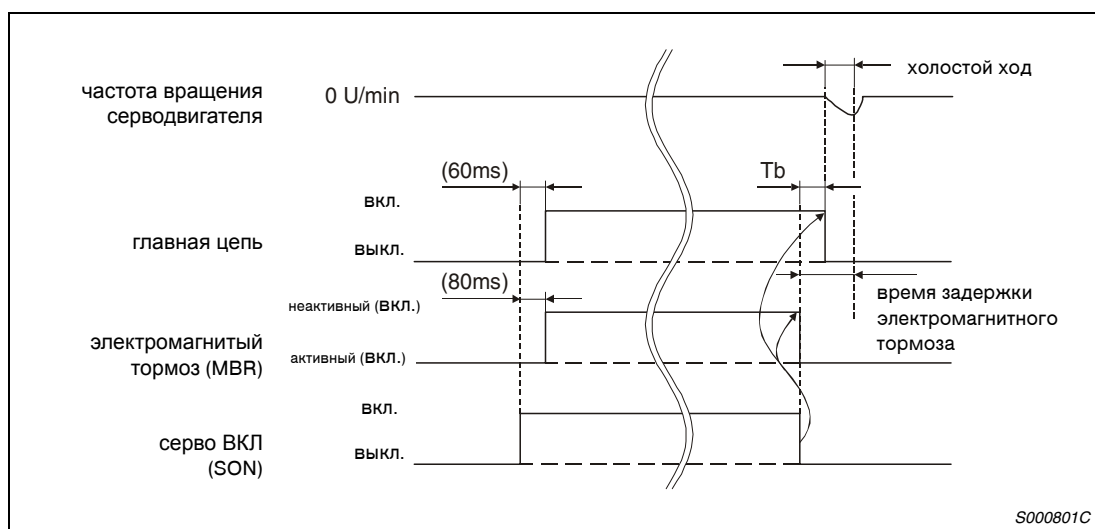

Рис.3-28: Сигнал серво ВКЛ (SON) ВКЛ/ВЫКЛ
- ① Для активации автоматического включения электромагнитного тормоза установите параметр 1 на mm1m.
- ② При помощи параметра 33 установите временную задержку между включением электромагнитного тормоза и отключением силовой цепи. Временная задержка должна приблизительно соответствовать временной задержке тормоза (см. рис. 3-28).
- ③ При помощи параметра 24 установите частоту вращения, при которой электромагнитный тормоз должен активироваться в случае сигнала тревоги или экстренного выключения.